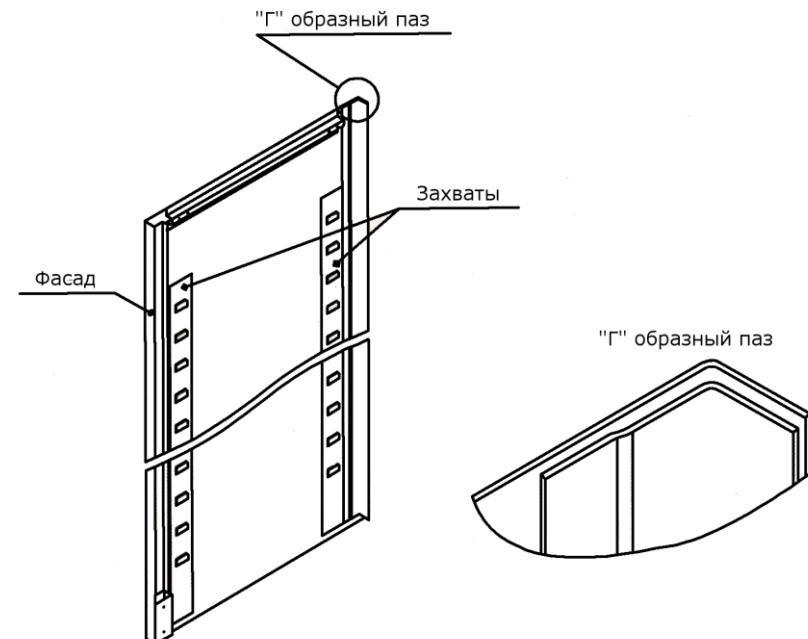

Рис. 4
1. Перед сборкой нарезать резьбу саморезом в отверстиях боковых (Рис. 4) и задних стенок (Рис. 5).
**Боковые стенки.** В задней части боковой стенки профиль образует Г-образный паз, в который входят задние стенки. Для установки полок по всей длине стенки расположены 2 ряда захватов (Рис. 4).